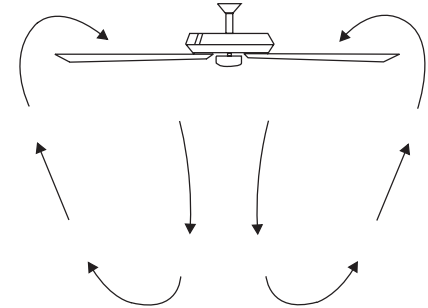

Figura 19
**Operación en clima cálido:** Avance (en sentido contrario a las agujas del reloj). Un flujo de aire descendente crea un efecto de enfriamiento (Figura 19). Esto le permite configurar su aire acondicionado en una configuración más cálida sin afectar su comodidad general.